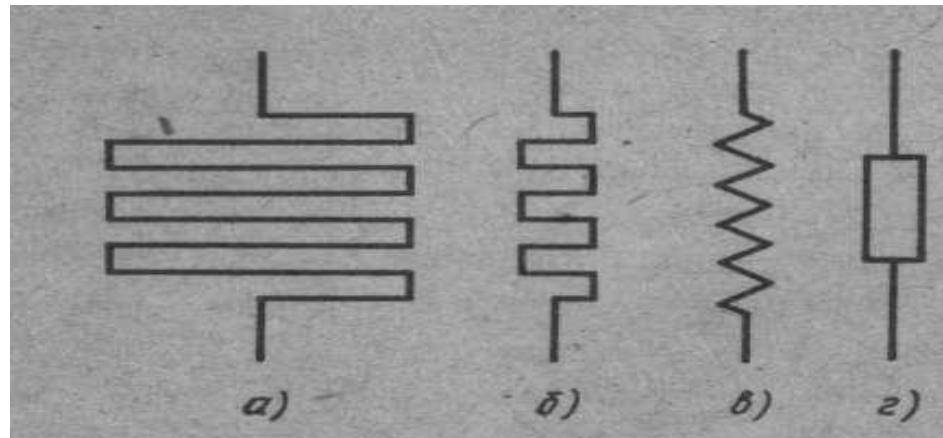

Рис. 1. Постоянные резисторы и их обозначение.
- Вначале резисторы изображали на схемах в виде ломаной линии — меандра (рис. 1, а, б), которая обозначала высокоомный прокол, намотанный на изоляционный каркас. По мере усложнения радиоприборов число резисторов в них увеличивалось, и, чтобы облегчить начертание, их сели изображать на схемах в виде зубчатой линии (рис. 1, в).
- На смену этому символу пришел символ в виде прямоугольника (рис. 1, г), который стали применять для обозначения любого резистора, независимо от его конструкции и особенностей.